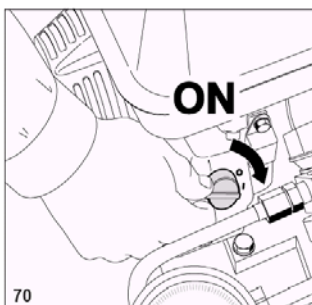

Рис.15
7. Перевести ключ включения двигателя в положение "ON" (рис.15).